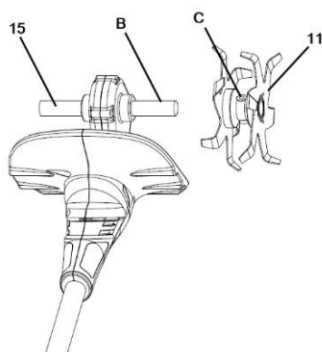

Fig.2
2. Instalați componenta lamei 11 în axul rotativ 15 în direcția săgeții indicate și aliniați orificiul B de pe axul rotativ 15 cu orificiul C de pe componenta lamei 11. (Fig. 2)